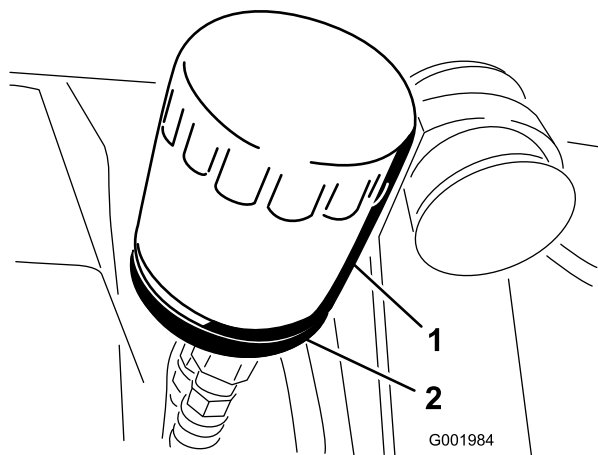

Figura 52
2. Retire o filtro do óleo (Figura 52).
5. Coloque o filtro de substituição no adaptador do filtro. Rode o filtro de óleo no sentido dos ponteiros do relógio até que a junta de borracha toque no adaptador do filtro e, em seguida, aperte o filtro mais 1/2 volta (Figura 52).